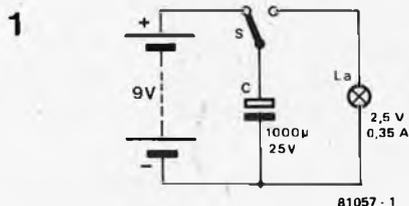

Figure 1. Le circuit du pistolet qui tire de la lumière pourrait difficilement être plus simple.
La figure 1 donne le schéma du "pistolet à lumière". Deux piles de 9 V connectées en série chargent un condensateur. Lorsque l'on ferme le micro-interrupteur (S), le condensateur se décharge brusquement à travers la faible résistance interne de l'ampoule. Pour augmenter l'intensité de "l'éclair", on applique à l'ampoule, pendant une fraction de seconde, une tension égale à cinq fois sa tension de service normale. De plus, la lumière est concentrée en un faisceau à l'aide d'une petite lentille biconvexe. Il est donc important de monter l'ampoule au foyer de la lentille.